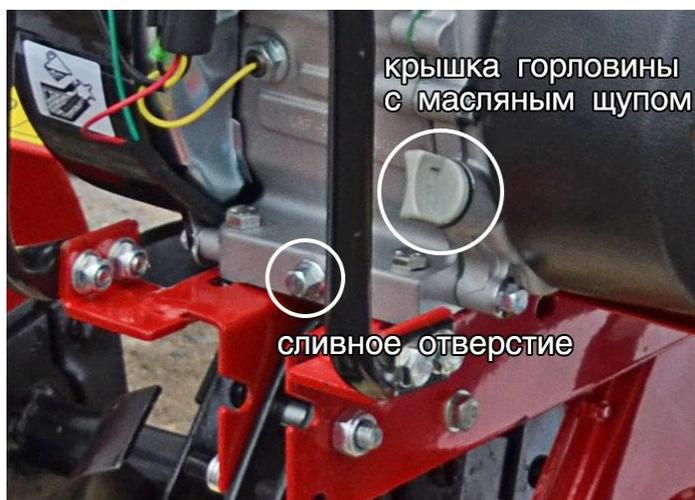

Рис. 4
- открутить крышку маслоналивной горловины (см. рис. 4);